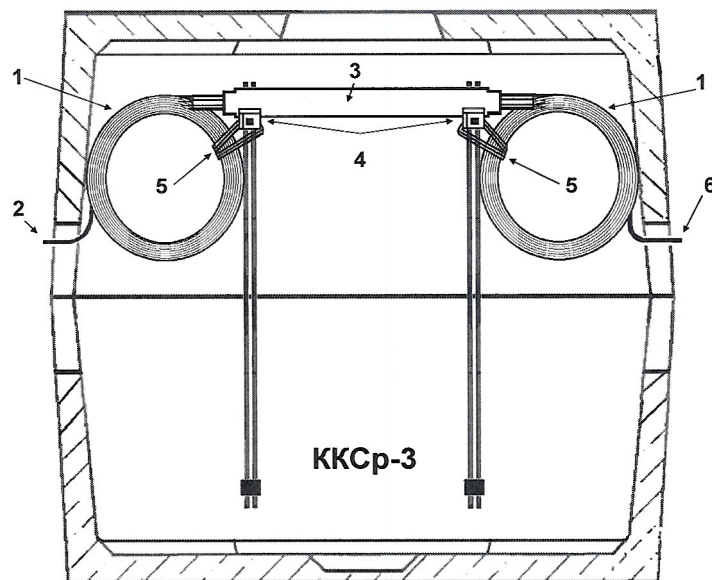

Рис. 10. Размещение проходной муфты МОГ-У и двух бухт технологического запаса сращиваемых кабелей в колодце ККСр-3:
4.3.6. Проходные муфты МОГ-У в колодцах, в которых верхние части кронштейнов свободны, укладывают на консоли типа ККЧ-1 (рис. 10). Бухты запаса кабелей размещают на боковых стенах в промежутках между кронштейнами и торцевыми стенами колодцев (рис. 10).